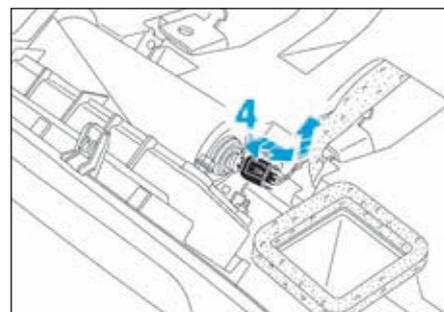

FIG.4
- Débrancher le connecteur électrique (4) (Fig.4).